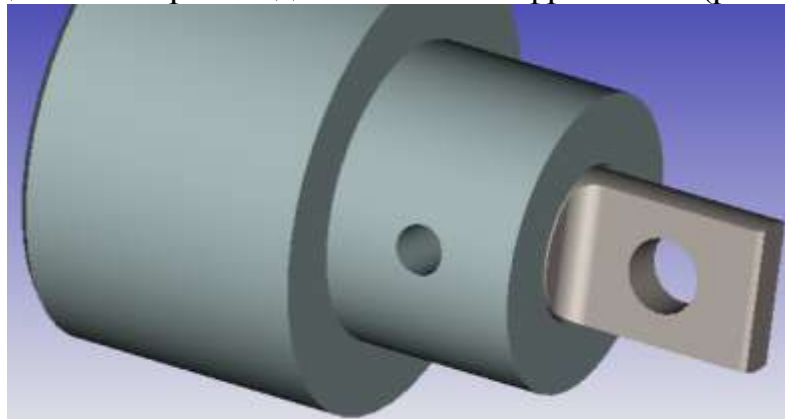

Рис. 17. Корпус и вал.
7. Команда **ОК** завершает добавление 3D фрагмента (рис. 17).